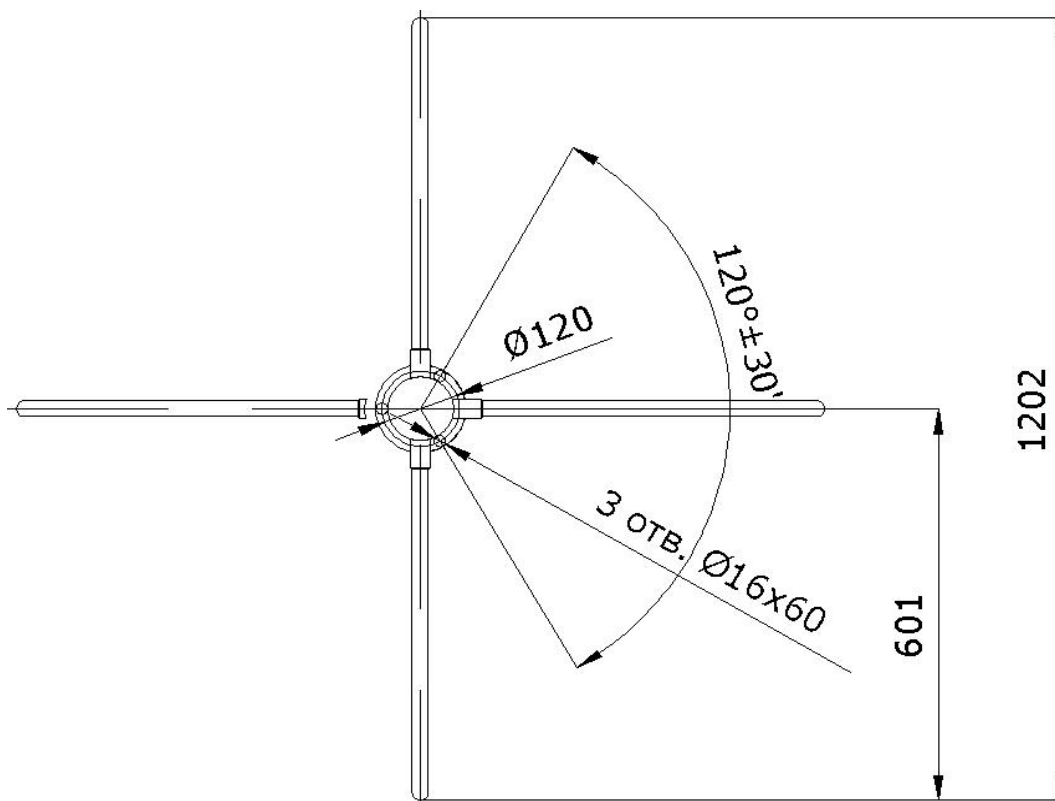

Рис. 6. Схема разметки для монтажа турникета
- разметку установочных отверстий следует производить в соответствии с рис. 6;
8.3.2. Выполните на полу разметку под анкера для установки стойки турникета и кабельные каналы для прокладки кабеля управления (10), кабеля питания (11) в соответствии с рис. 6 и планировкой Вашей проходной.